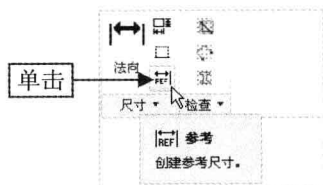

图 3-53 单击“参考”按钮
Step 02 在“功能区”选项板的“草绘”选项卡中，单击“尺寸”面板中的“参考”按钮，如图 3-53 所示。